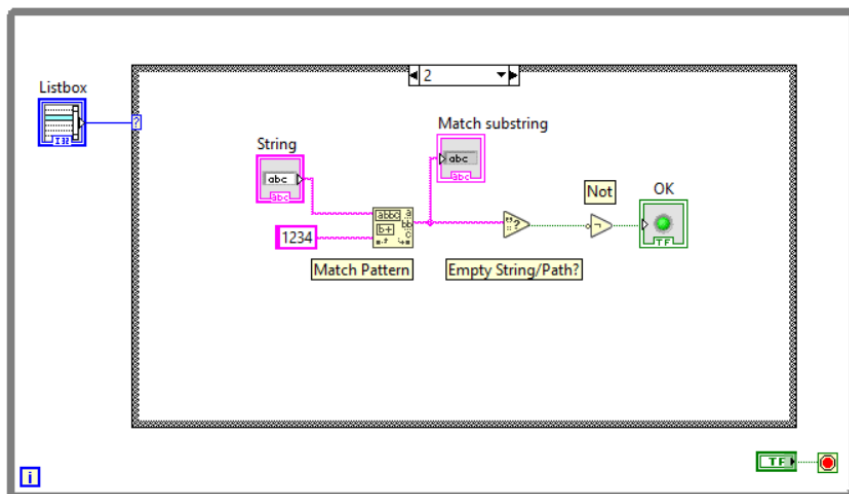

Рис. 26
7. Виберіть у вікні Case Structure варіант «2» і побудуйте блок-діаграму відповідно до рис. 26.